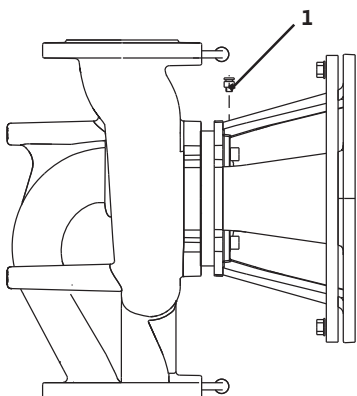

Fig. 40: Ventil za odzračivanje
- Odzračivanje pumpi vršiti otpuštanjem ventila za odzračivanje (Fig. 40, poz. 1). Rad na suvo uništava mehanički zaptivač pumpe. Davač diferencijalnog pritiska ne sme da se odzračuje (opasnost od uništavanja).